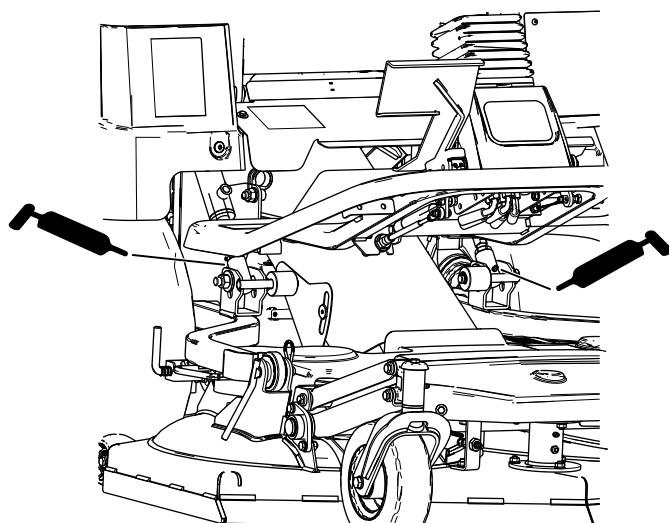

Figura 40
- Punti di rotazione del braccio di sollevamento dell'apparato di taglio (Figura 40)